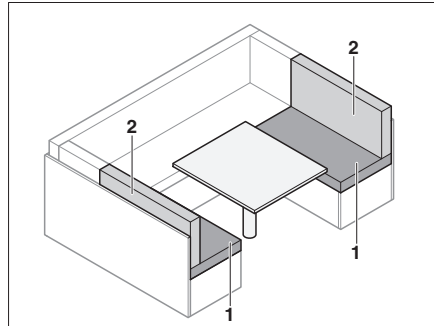

Fig. 75 Prima della trasformazione
- Togliere i cuscini dello schienale (Fig. 75,2).